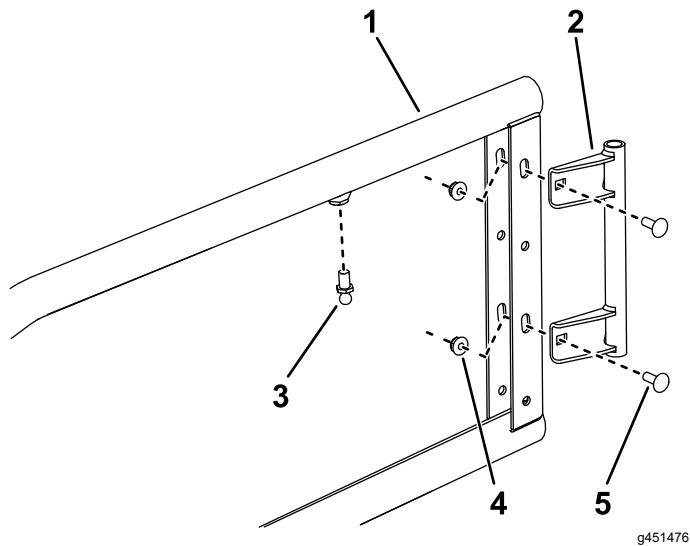

Figura 3
1. Fije provisionalmente un pivote de puerta en las ranuras del bastidor de la puerta con 2 pernos de cuello cuadrado y contratuercas, tal y como se muestra en la Figura 3.
2. Instale un espárrago en el bastidor de la puerta, tal y como se muestra en la Figura 3; apriete a entre 10 y 12 N·m.